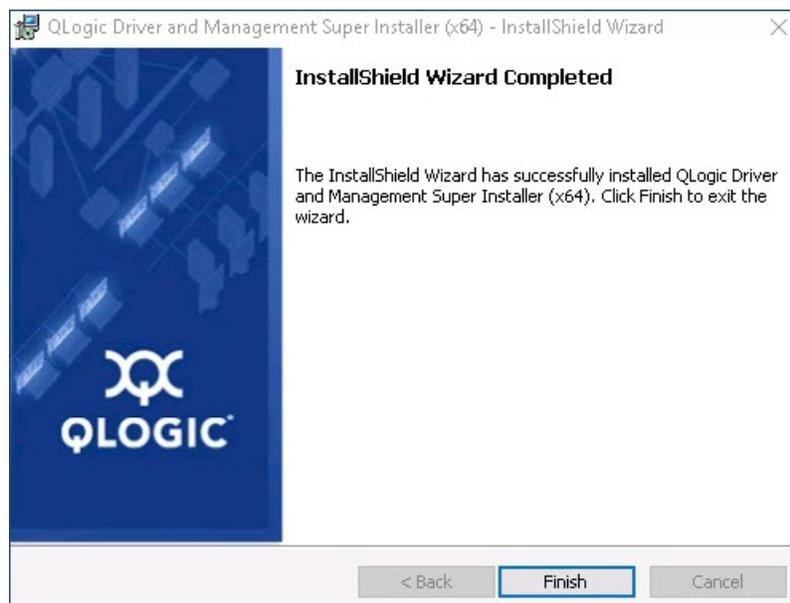

Abbildung 3-7. InstallShield Wizard: Fenster „Completed“ (Abgeschlossen)
8. Wenn die Installation abgeschlossen ist, zeigt der InstallShield-Assistent das Dialogfeld „Completed“ (Abgeschlossen) an (Abbildung 3-7). Klicken Sie auf **Finish** (Fertigstellen), um das Installationsprogramm zu beenden.